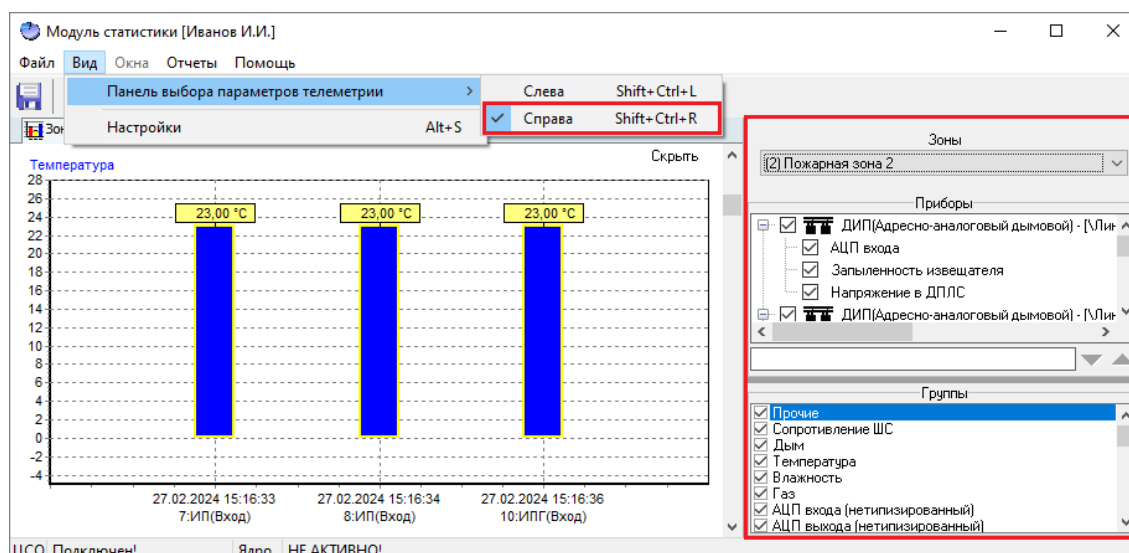

Рисунок 11-15 Расположение панели выбора параметров телеметрии и панели "Группы" справа
- Справа (горячие клавиши – Shift+Ctrl+R) – выберите этот пункт меню, чтобы разместить панель выбора параметров телеметрии и панель «Группы» в главном окне программного модуля «Статистика» справа (см. Рисунок 11-15).